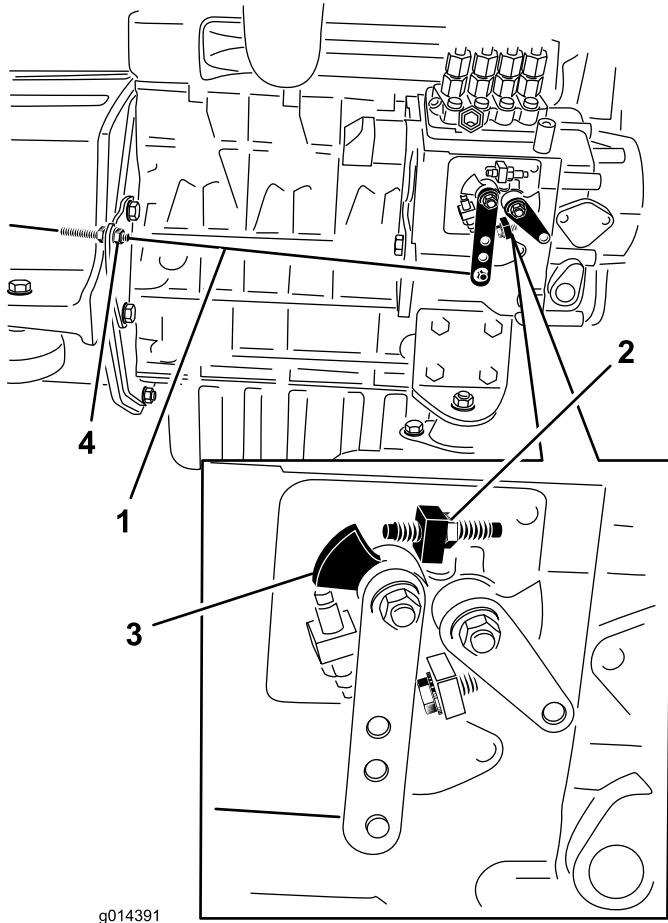

図 28
2. エンジンの燃料噴射ポンプについている速度コントロールレバーの位置を確認する。スロットルコントロール・レバーをFAST位置ディテント位置にセットした状態で、速度コントロール・レバーが高速ねじに接触していれば適正図28。
3. 必要であれば、スロットル・コントロール・ケーブルのジャムナットの位置を調整して、スロットル・コントロール・レバーをFAST位置ディテント位置にセットした時に速度コントロール・レバーが高速ねじに接触するようにする図28。